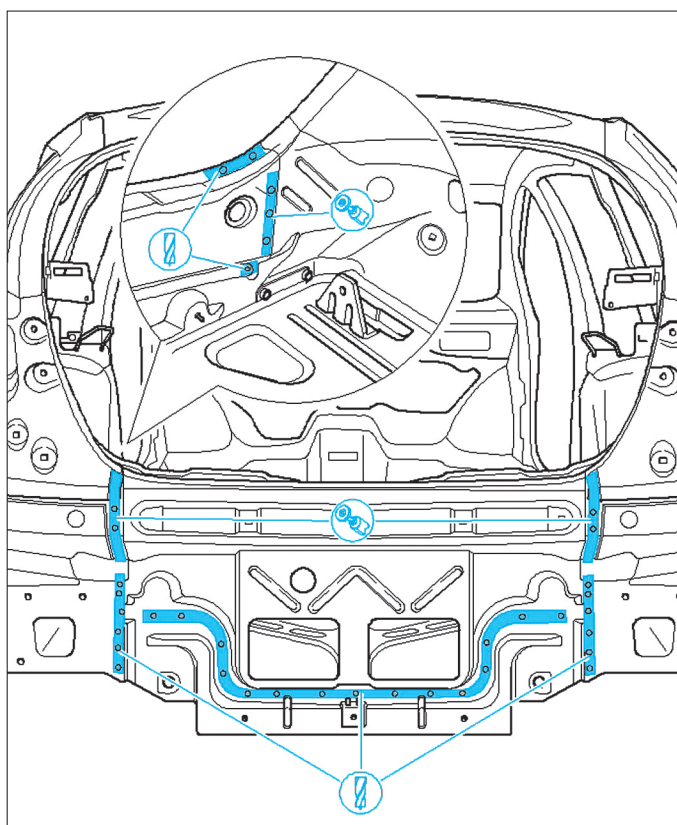

FIG. 57
- Fraiser et meuler les points de soudures de la jupe (Fig.57)